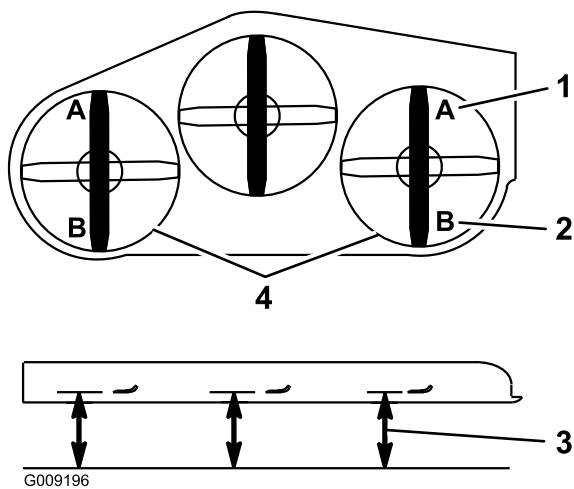

Figura 93
9. En ambos lados de la carcasa, mida desde la superficie nivelada hasta la punta delantera de la cuchilla (Posición A). La distancia debe ser de 7.6 cm (3"); consulte Figura 93.
15. En ambos lados de la carcasa, mida desde la superficie nivelada hasta la punta trasera de la cuchilla (Posición B). La distancia debe ser de 8.3 cm (3 1/4"); consulte Figura 93.